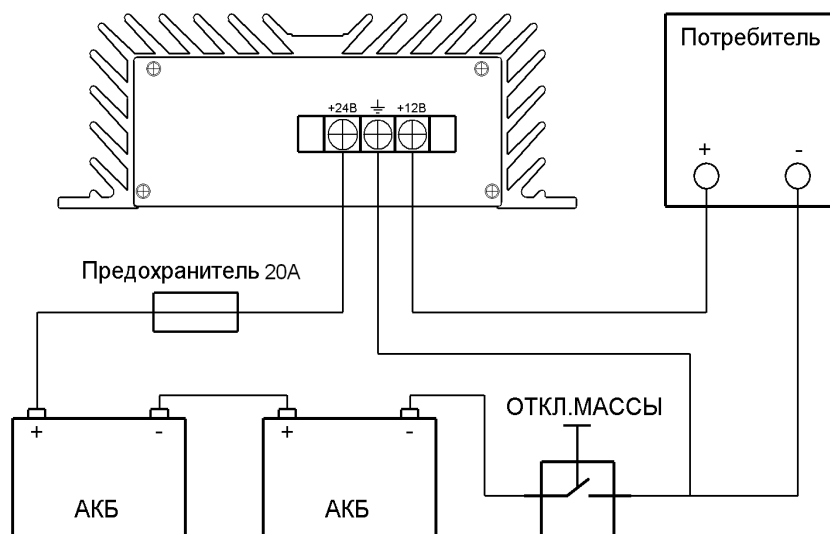

Рис. 1: Схема подключения ПН24/12-30
- 4.3. Подключите клемму «+24В» преобразователя к бортовой сети автомобиля через дополнительно установленный предохранитель. Номинал дополнительного предохранителя — 20А;(См. рис. 1).